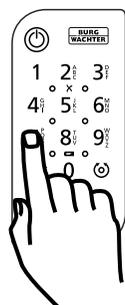

Fig. 2
② Inserire il codice amministratore o utente e verificare che il cilindro sia attivato (Fig. 2).